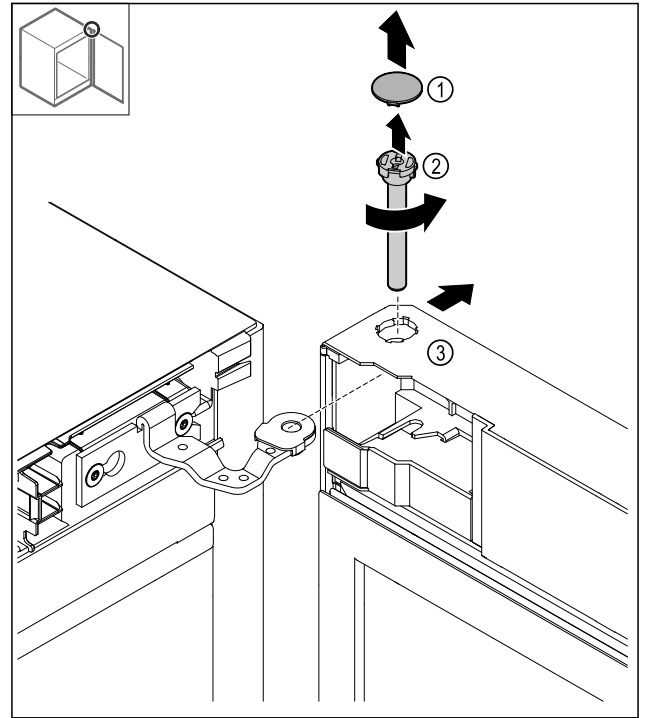

Fig. 10
- ▶ Abdeckung Fig. 10 (1) abnehmen.
- ▶ Bolzen Fig. 10 (2) gegen den Uhrzeigersinn lösen und herausziehen.
- ▶ Tür Fig. 10 (3) leicht kippen.